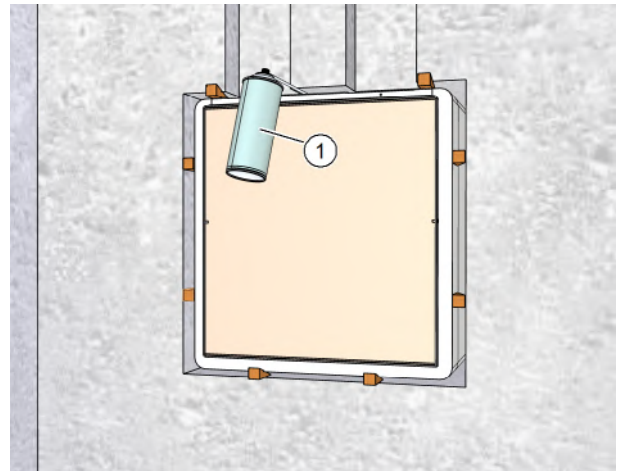

Abb. 22: Hohlräume um den Mauerkasten einschäumen
- ▶ Füllen Sie die Hohlräume zwischen Mauerkasten und Mauerdurchbruch umlaufend und durchgängig mit Montageschaum (Pos. 1 in Abb. 22) oder mit anderen geeigneten Füllmaterialien.